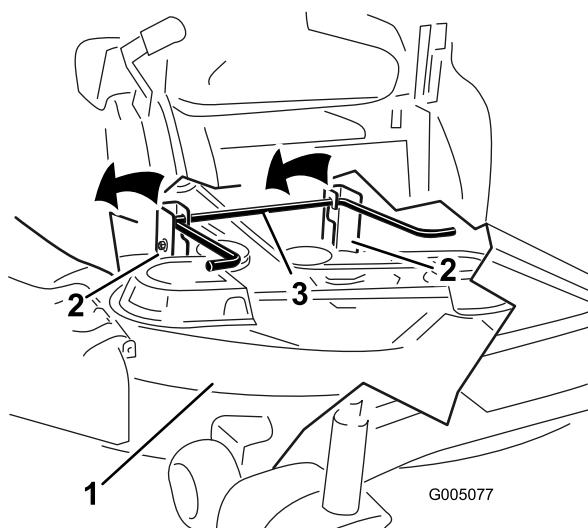

Figura 67
7. Alzate il tosaerba e i supporti di sostegno dall'asta di sollevamento posteriore e abbassate con cautela il tosaerba al suolo (Figura 67).
5. Alzate la parte posteriore del piatto di taglio e guidate i supporti di sospensione lungo l'asta di sollevamento posteriore (Figura 67).